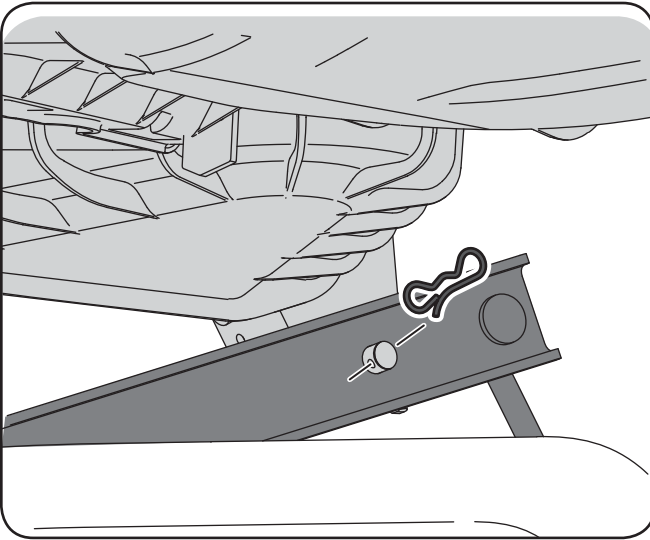

Figure 7-3
9. Depuis le côté gauche du tracteur, localisez la goupille papillon sur le côté gauche arrière du plateau. Voir la Figure 7-3.
10. Retirez la goupille et dégagez-la du bras de relevage du plateau de coupe. Voir la Figure 7-3.